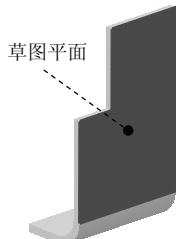

图 4.1.13 草图平面
- Step3. 绘制折弯线。单击 按钮，系统弹出“创建草图”对话框，选取图 4.1.13 所示的模型表面为草图平面，取消选中 **设置** 区域的 **创建中间基准 CSYS** 复选框，单击 **确定** 按钮，进入草图环境；绘制图 4.1.14 所示的折弯线，然后退出草图环境。